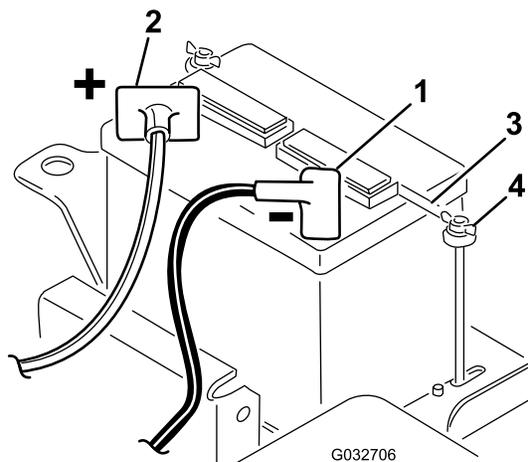

Figura 5
2. Collegate il cavo positivo (rosso) della batteria dal solenoide di avviamento al polo positivo (+) della batteria (Figura 5). Fissatela con un bullone a testa tonda e un dado. Verificate che il cavo non tocchi il sedile quando è arretrato al massimo, diversamente il cavo si consumerebbe e potrebbe danneggiarsi.
- Montate il morsetto di fissaggio della batteria e le rondelle e fissate con i dadi ad alette (Figura 5).